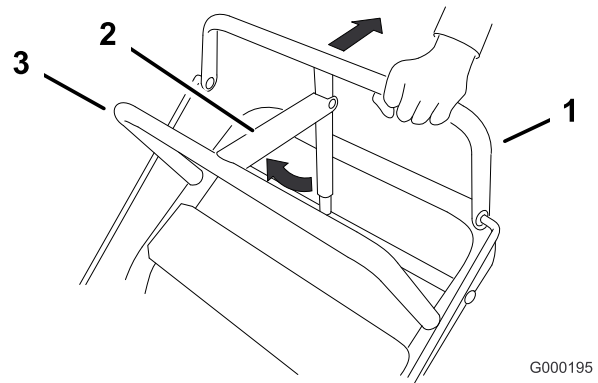

Figura 6
1. Tire hacia atrás de la barra de control superior (Figura 6) y sujétela en esa posición.
2. Levante la palanca del freno de estacionamiento (Figura 6) y suelte poco a poco la barra de control superior. La palanca de freno debe permanecer en posición puesto (bloqueado).